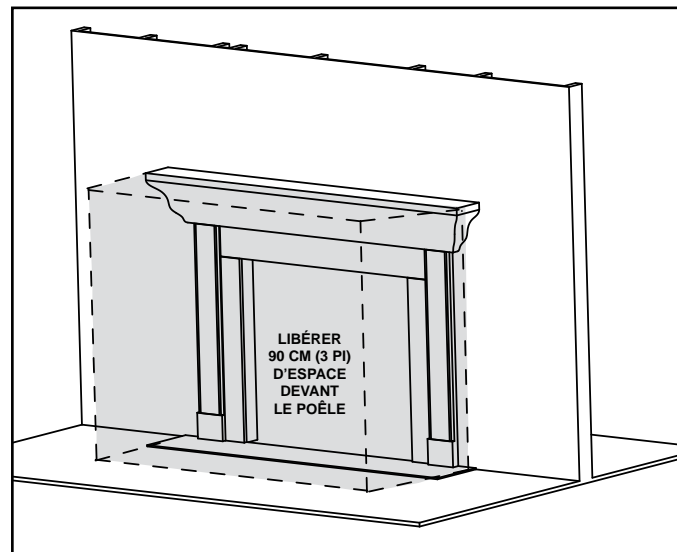

Figure 3.1 Exigences d'espace libre
**AVERTISSEMENT! NE PAS placer d'objets combustibles devant le poêle ou de manière à recouvrir les ailettes.** Des températures élevées peuvent allumer un incendie. Voir la figure 3.1.